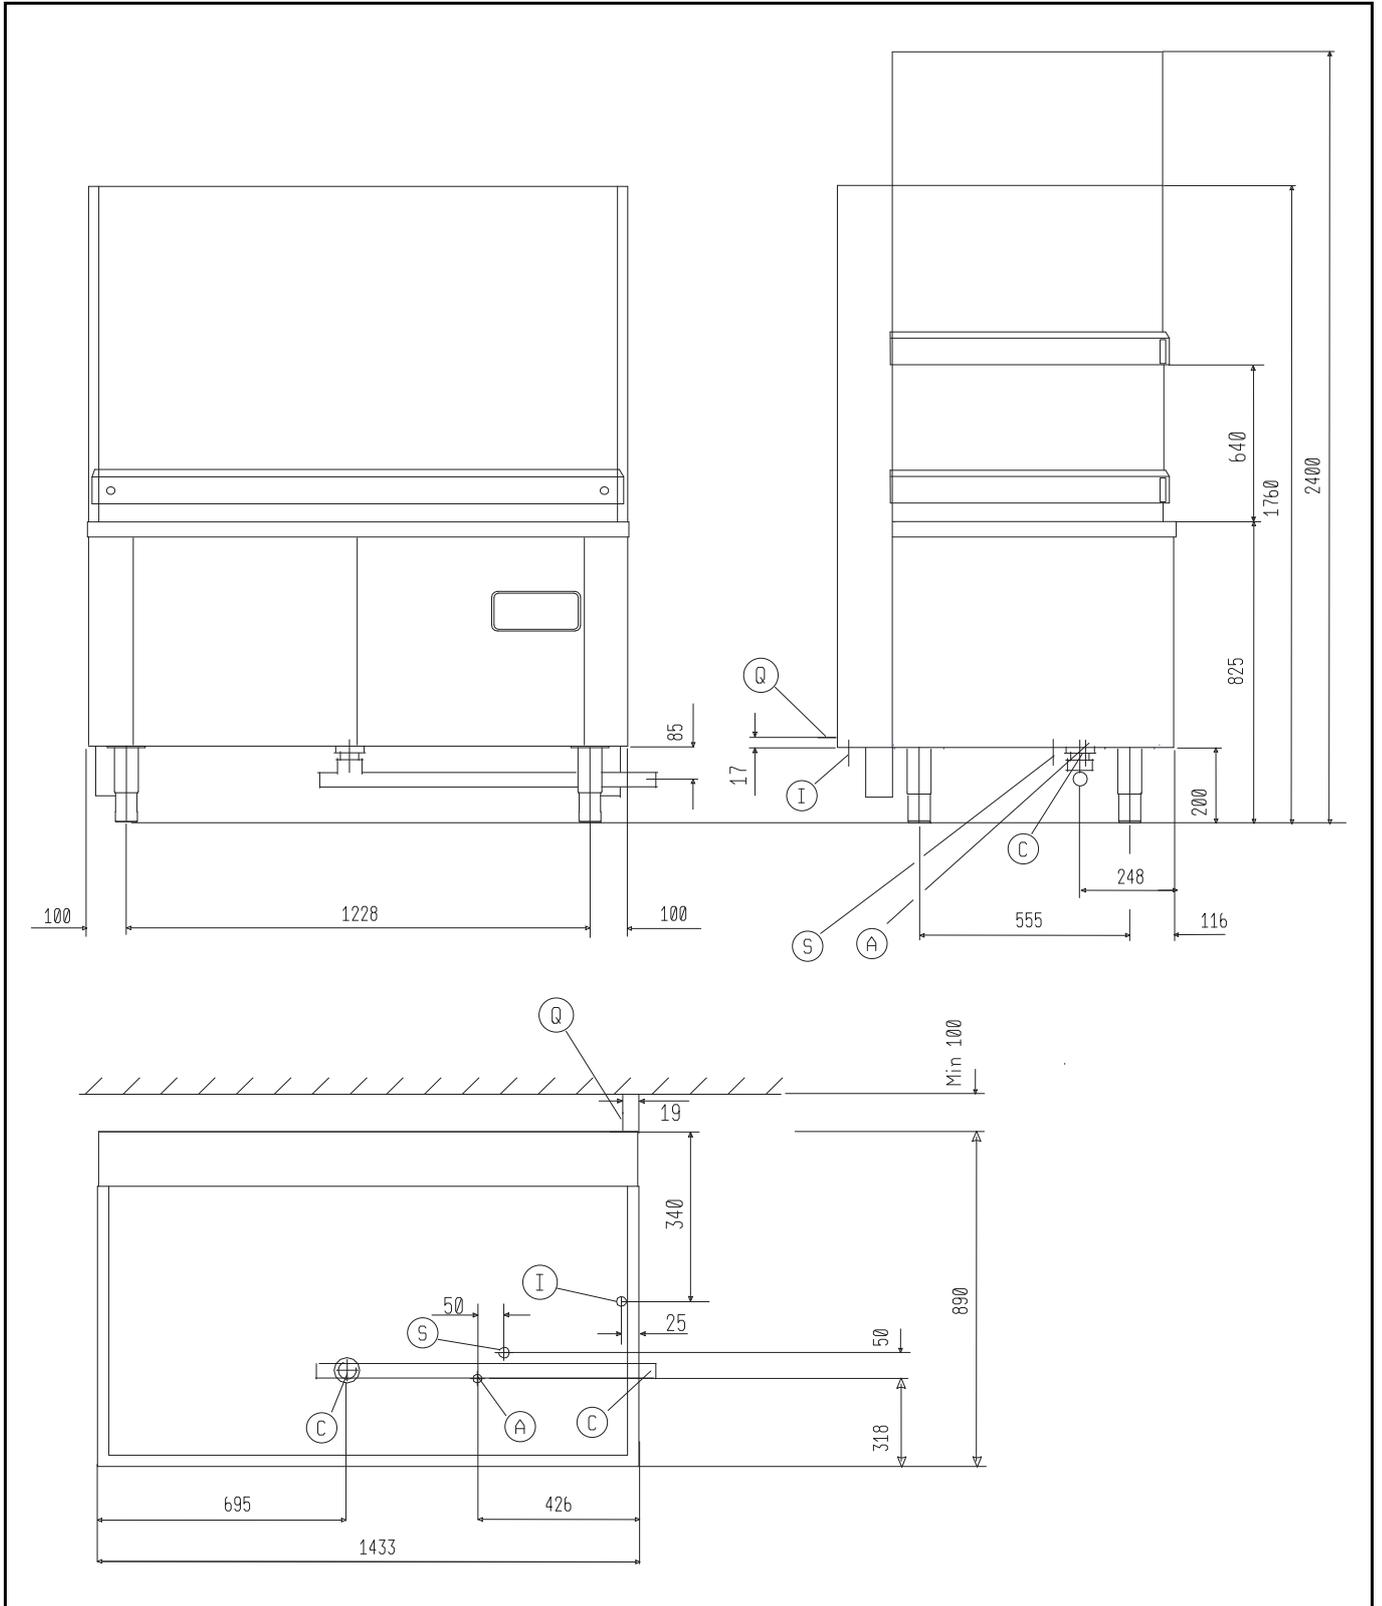
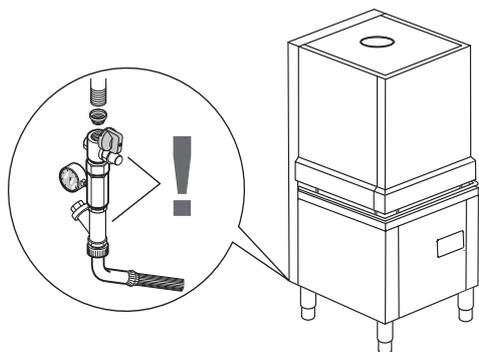

Fig. 1.b
Fig. 6
Leyenda Fig. 1.b
- Conecte el tubo de alimentación del agua "A" (Fig. 1.a/Fig. 1.b) del aparato a la red hídrica, interponiendo un grifo, el filtro suministrado y un manómetro (Fig. 6).
Conecte el tubo de desagüe "C" (Fig. 1.a/Fig. 1.b) al tubo de desagüe interponiendo un sifón, o coloque el tubo encima de un sumidero con desagüe sifonado hecho en el piso.
- Conecte el conductor de tierra del cable de alimentación a una toma de tierra eficiente. El aparato también debe estar incluido en un sistema equipotencial, que se ha de conectar con el tornillo "Q" (Fig. 1.a/Fig. 1.b) reconocible por el símbolo "⚡". El conductor equipotencial debe tener una sección de 10 mm².